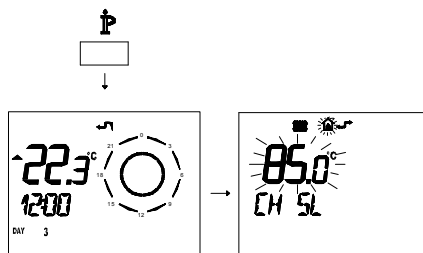

Figura 5.76
- Premere per più di 3 secondi il pulsante **IP** para per entrare in modalità **INFO** (Figura 5.76 ).